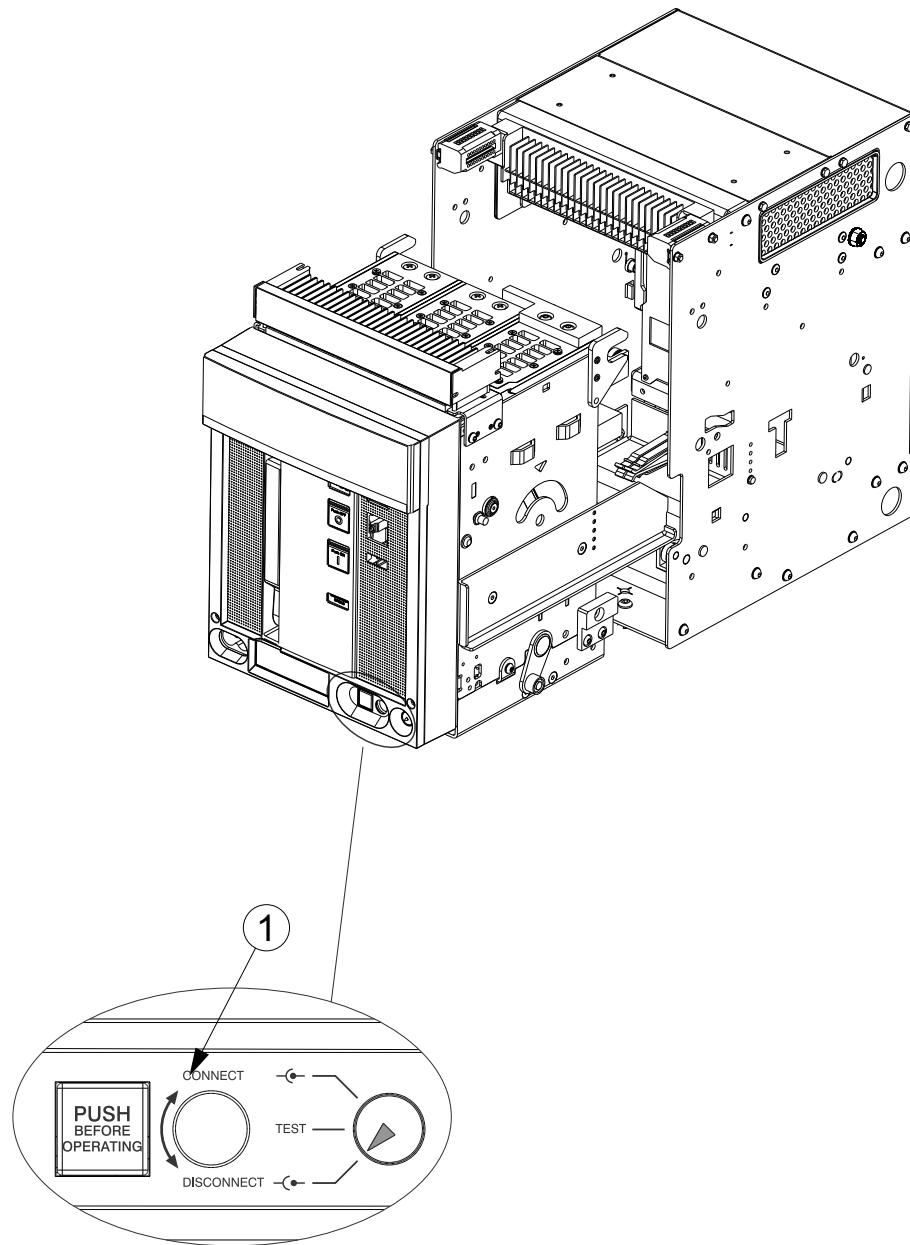

Fig. 12
Spingere la parte mobile fino all'arresto nella posizione di «disconnected» (1). In questa posizione la porta della cella può essere chiusa e l'interruttore può essere manovrato manualmente (fig. 12).
Push the moving part through to the stop point in the «disconnected» position (1). In this position, the compartment door can be closed and the circuit-breaker operated in the manual mode (fig. 12).
Den beweglichen Teil bis zum Anschlag in der Position «disconnected» (1) schieben. In dieser Position kann die Schaltfeldtür geschlossen und der Leistungsschalter von Hand geschaltet werden (Abb. 12).
Pousser la partie mobile jusqu'en butée dans la position de «disconnected» (1). Dans cette position la porte du compartiment peut être fermé et le disjoncteur peut être manœuvré manuellement (fig. 12).
Empujar la parte móvil hasta el bloqueo en la posición de «disconnected» (1). En esta posición resulta posible cerrar la puerta de la celda y maniobrar el interruptor manualmente (fig. 12).